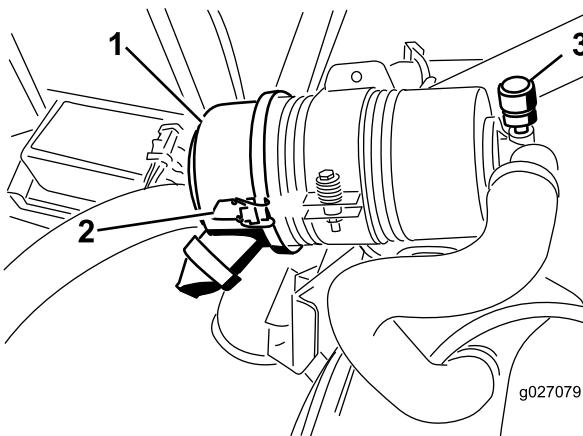

Bild 55
Warten Sie den Luftfilter nur, wenn die Wartungsanzeige dies angibt (Bild 55). Das frühzeitige Auswechseln des Luftfilters erhöht nur die Gefahr, dass Schmutz in den Motor gelangt, wenn Sie den Filter entfernen.
1. Lösen Sie die Riegel, mit denen die Abdeckung des Luftfilters am Luftfiltergehäuse befestigt ist (Bild 55).